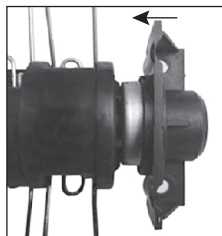

Рис. 7.2
1. Установите крышку подшипника на вал аэратора (рис. 7.2).